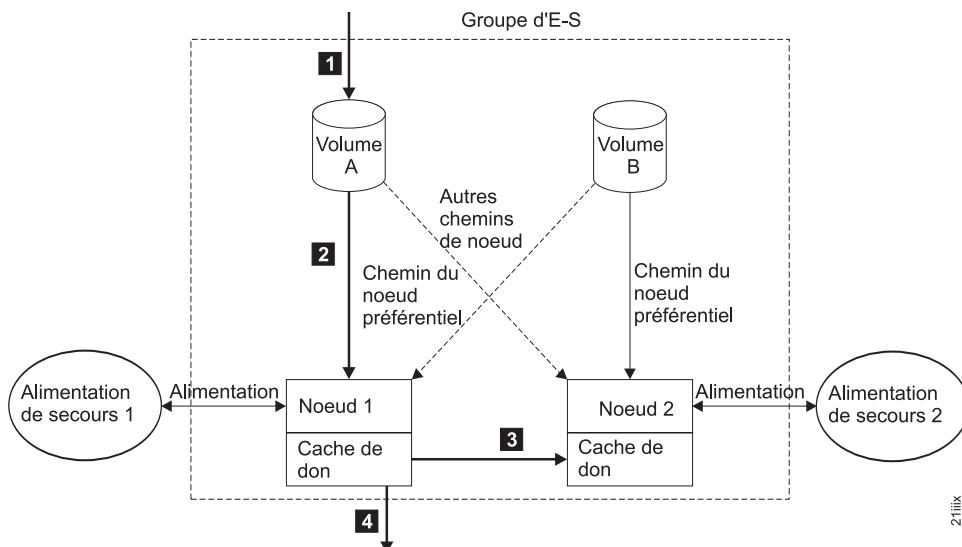

Figure 6. Groupe d'E-S et l'alimentation de secours
- La figure 6 illustre une opération d'écriture à partir d'un hôte (1) ciblé pour le volume A. Cette opération concerne le noeud préférentiel, Noeud 1 (2). L'opération d'écriture est mise en cache et les données sont copiées vers le noeud préférentiel, mémoire cache du Noeud 2 (3). L'hôte considère alors que l'opération d'écriture est terminée. Ultérieurement, les données sont écrites dans la mémoire ou désactivées (transférées vers la mémoire) (4). La figure figure 6 illustre également deux unités d'alimentation de secours correctement configurées, chaque noeud se trouvant dans un domaine d'alimentation différent.